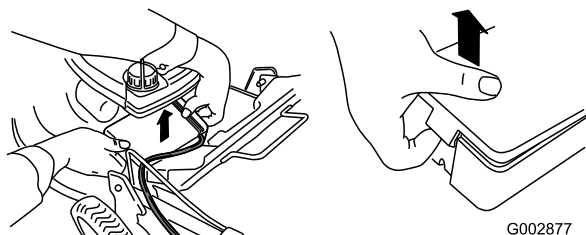

Figura 10
1. Sbloccate il coperchio della batteria da ambo i lati e toglietelo (Figura 10).